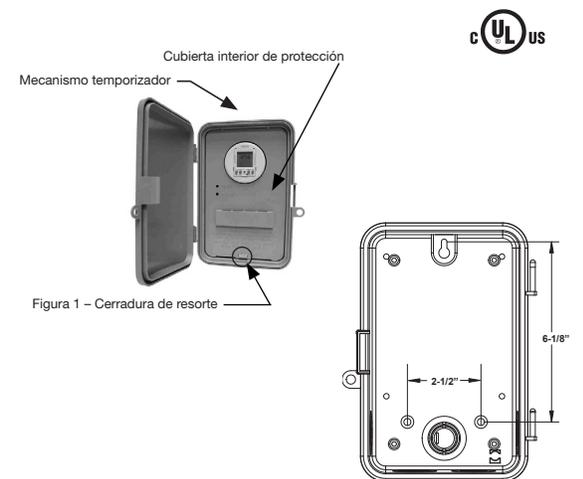

Figura 1 - Cerradura de resorte
- Abra la puerta y retire la tapa de protección interior al aflojar el seguro de resorte (vea la Figura 1 de abajo).
- Retire el tablero de circuito impreso al aflojar el seguro de resorte y sostenga la parte inferior del tablero (vea la Figura 1 de abajo).